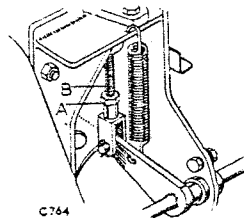

Fig. B-11—
1. Aflojese la contratuerca de levantaválvulas al cilindro auxiliar. Véase Fig. B-11.